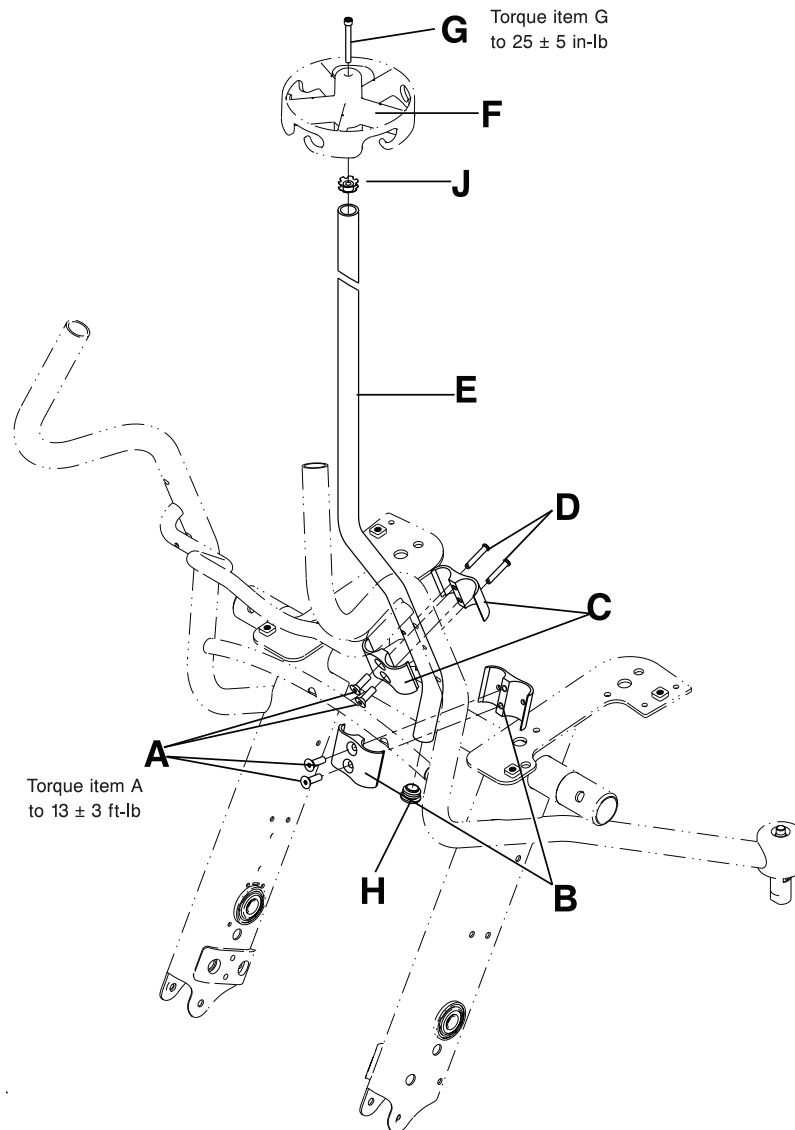

図15-31: 点滴ポールの交換
2. 3/16" 六角レンチを使用して、点滴ポール トッパー (F) の中心から六角穴付きボルト (G) を取り外します (15-52ページ の図15-31)。ボルトを保管しておきます。
3. 点滴ポール トッパー (F) (15-52ページ の図15-31) を軽く叩いて押し上げ、トッパーを取り外します。点滴ポール トッパーを保管しておきます。
4. 小型のマイナスドライバーを使用して、点滴ポールの底部 (E) から管栓 (H) を取り外します (15-52ページ の図15-31)。管栓を保管しておきます。
5. 3/16" 六角レンチを使用して、皿ネジ (A) 2本を取り外し、車いすフレームから下部点滴ポールのクランプ (B) を取り外します (15-52ページ の図15-31)。ネジとクランプを保管しておきます。
6. 3/16" 六角レンチを使用して、上部点滴ポールのクランプ (C) を車いすフレームに固定している皿ネジ (A) 2本を取り外します。クレビスピン (D) とクランプ (C) を取り外します。皿ネジ、クレビスピンおよびクランプを保管しておきます。点滴ポール (E) を廃棄します (15-52ページ の図15-31)。
2. 点滴ポール (E) の上部に付属の傘型ナット (0018-045-000) (J) を挿入します (15-52ページ の図15-31)。傘型ナットの上部が点滴ポールの上から約12.7 mmの位置に来るはずですが。
3. 付属の管栓 (0037-225-000) (H) を点滴ポールの底部に (E) 挿入します (15-52ページ の図15-31)。
4. 点滴ポールに (E) 点滴ポールトッパー (F) を置き、トッパーが点滴ポール (E) に完全に装着されるまで掌で軽く叩きます (15-52ページ の図15-31)。
5. 3/16" 六角レンチを使用して、付属の六角穴付きボルト (0004-672-000) (G) を取り付け、点滴ポールトッパーをポールに固定します。3/8" 駆動トルクレンチ (in-lb/Nm) を使用して、ボルトを  $25 \pm 5$  in-lb (  $2.8 \pm 0.6$  Nm ) のトルクで締めます。
7. (手順6で取り外した) 付属の上部点滴クランプの前部にクレビスピン (0026-349-000) (D) を挿入します。